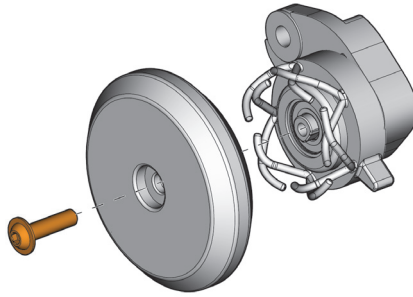

图 5-15 步进编码器轮子的螺钉
1. 握住编码器的轮子，以防止其转动，然后拆下螺钉（参见第81页的图 5-15）。